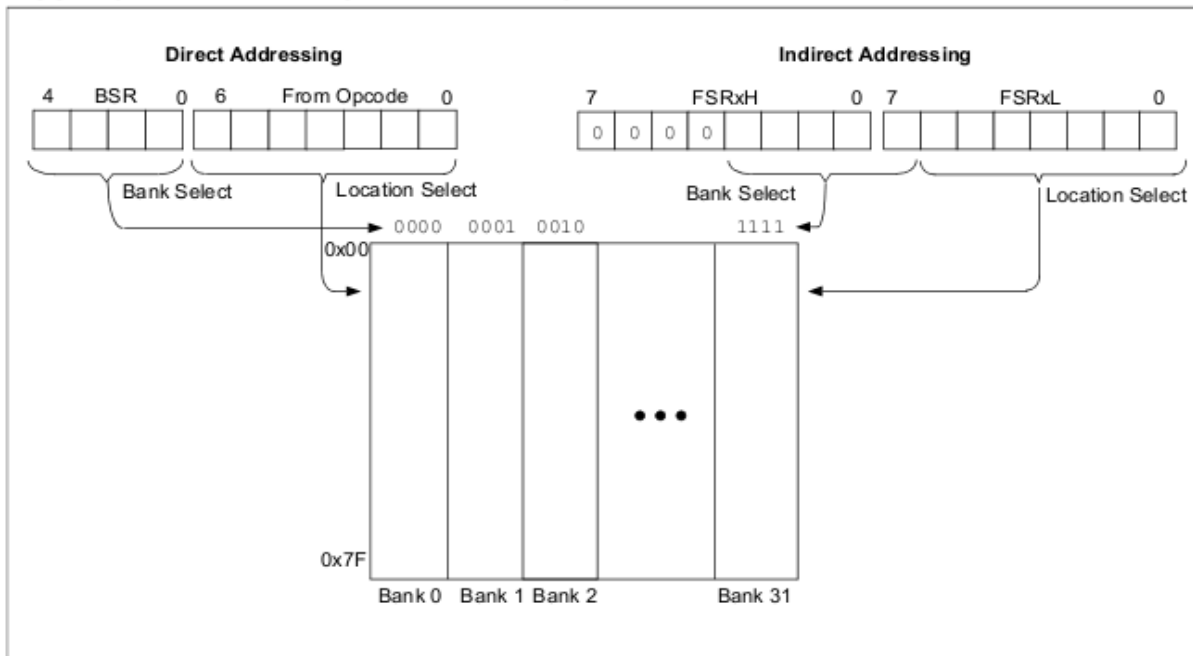

FIGURE 3-12: LINEAR DATA MEMORY MAP
- ▶ Se accede mediante FSRx/INDFx → fig 3-12 y 3-13